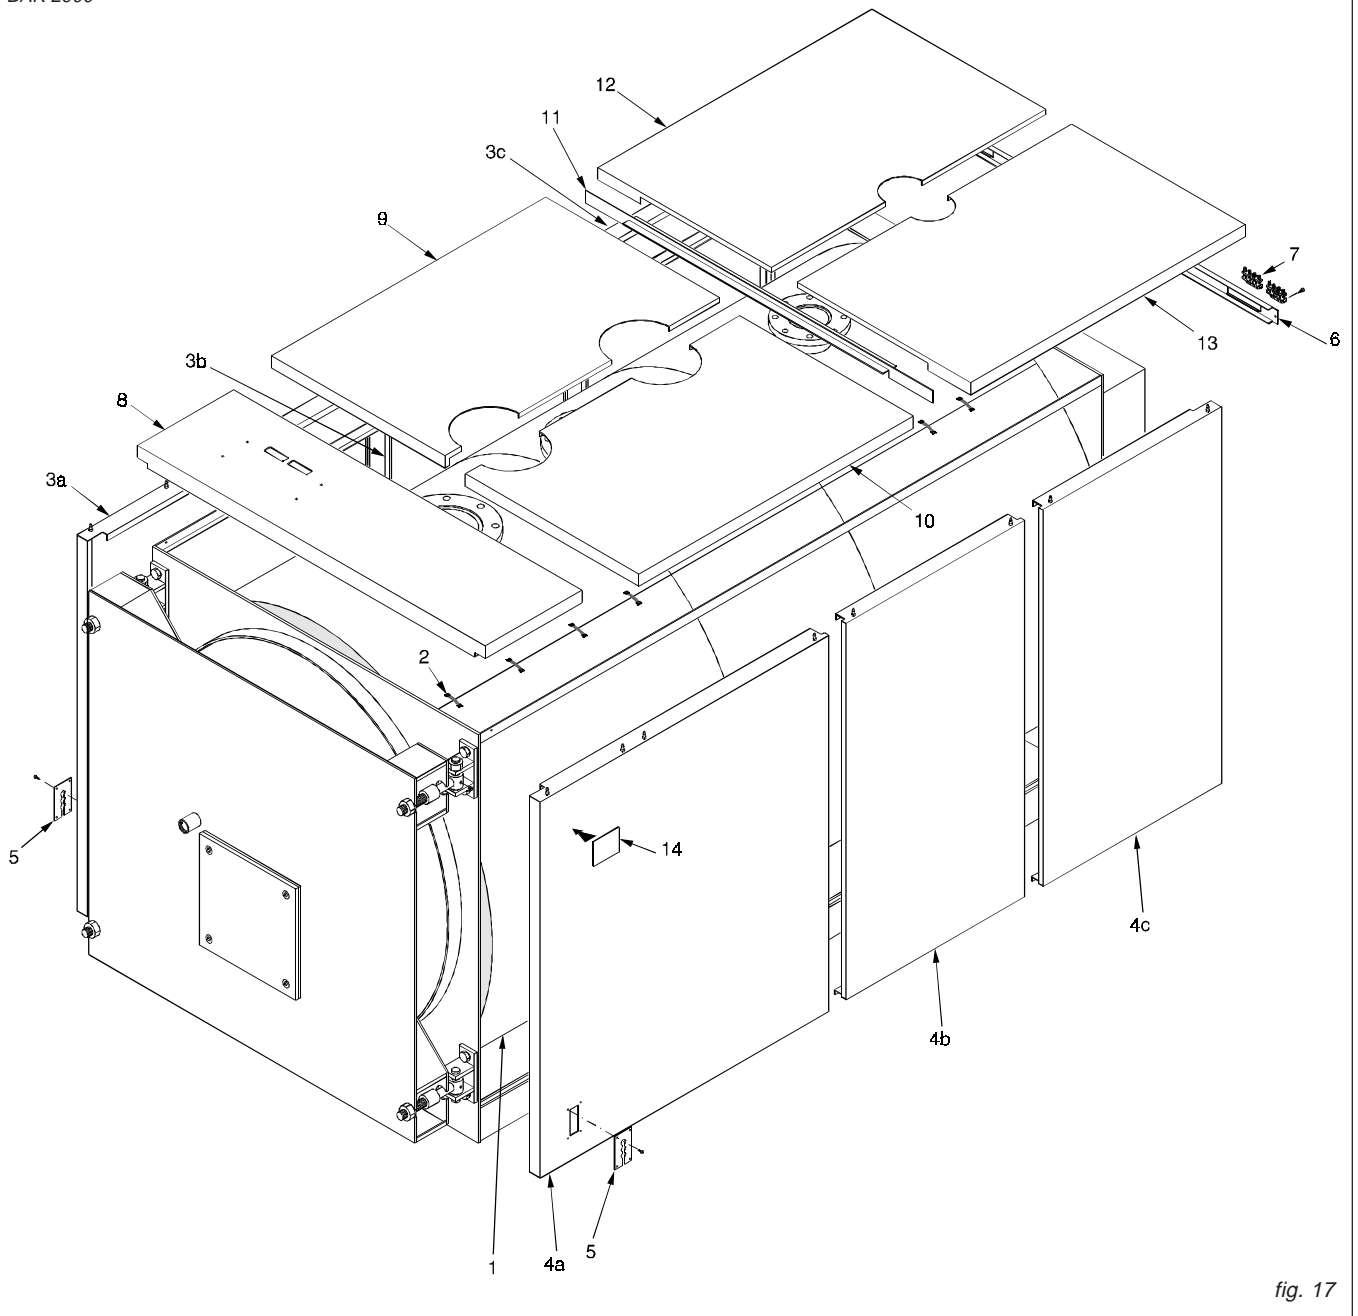

fig. 17
N.B. Per il modello **BAR 2900** (rif. fig. 17), il mantello e l'isolamento sono contenuti in 4 imballi marcati:
Sequenza di montaggio (Rif. fig. 17)